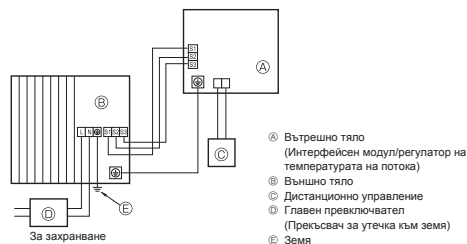
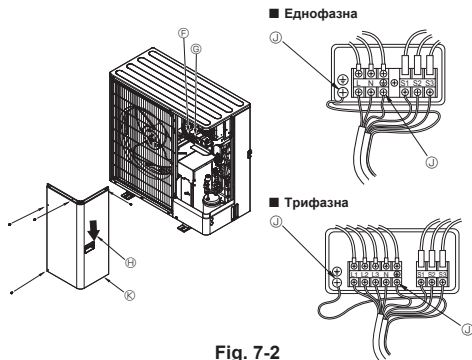

Fig. 7-1
Fig. 7-2
7.1. Външно тяло (Fig. 7-1, Fig. 7-2)
- 2 Опроводете кабелите, като направите справка с Fig. 7-1 и Fig. 7-2.